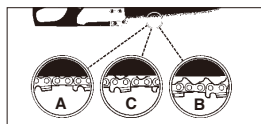

Fig. 6
**⚠ FORSIKTIG:** Hvis motorsagen er FOR LØS eller FOR STRAM, vil slitasjen øke på tannhullet, skinnen, kjeden og veivaksellagrene. Studer Fig. 6 for informasjon om riktig kaldspenning (A), korrekt varmspenning (B), og som en veiledning for når sagkjeden må justeres (C).